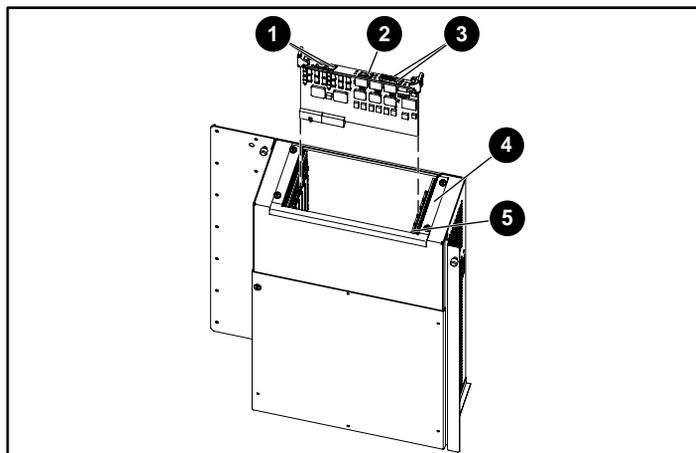

図11: NSRをインストールする
- ❶ ロック用ボタン
- ❷ イジェクタ ラッチ
6. ライブラリの背面に向かってSCSIポートが左側に来るようにルータ ボードを持ち、拡張ケージの位置を確認して、1枚目のルータ ボードを拡張ケージの-slot Dにスライドさせて挿入します（図11を参照）。